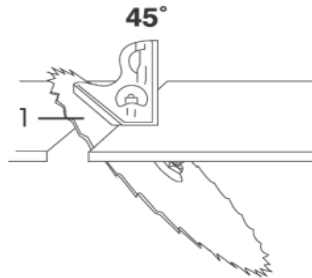

Fig. 11 – Ajuste do ângulo°
- 4 - Com o auxílio de um esquadro de 45°, ajuste a lâmina de serra com relação à base, conforme mostra a fig. 11;